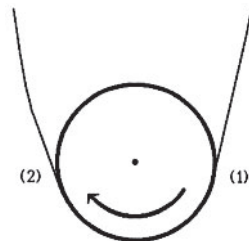

Abbildung 12: Wang-Maschine Detail
Die Anordnung wird etwas schräg in ein Schälchen mit lauwarmem Wasser eingetaucht. Wichtig ist, dass das Rad weniger als zur Hälfte eintaucht. So ergibt sich am Anfangspunkt (1), Abb. 12, an dem der Draht das Rädchen berührt, eine höhere Temperatur als am Endberührungspunkt (2). Beim Durchlaufen des Wasserbades versucht der Draht eine gerade Ausrichtung einzunehmen, was dann zur Rotation führt. Man sieht dies bei genauerer Betrachtung. Der Draht steht auf der Abrollseite etwas ab. Manchmal ist es notwendig, das Ganze anzustossen.